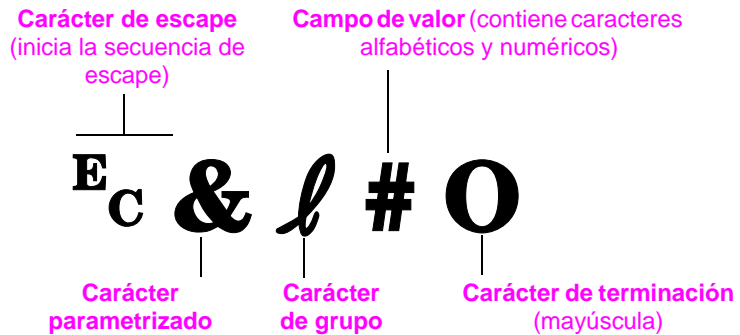

Figura D-1 Elementos de los comandos de impresora
Figura D-1 muestra los elementos que constituyen un comando de impresora típico (en este caso, se trata de un comando que establece la orientación de página).
- 1** Los dos primeros caracteres después del carácter  $E_C$  (los caracteres parametrizados y de grupo; vea la Figura D-1) deben ser los mismos en todos los comandos que se combinen.